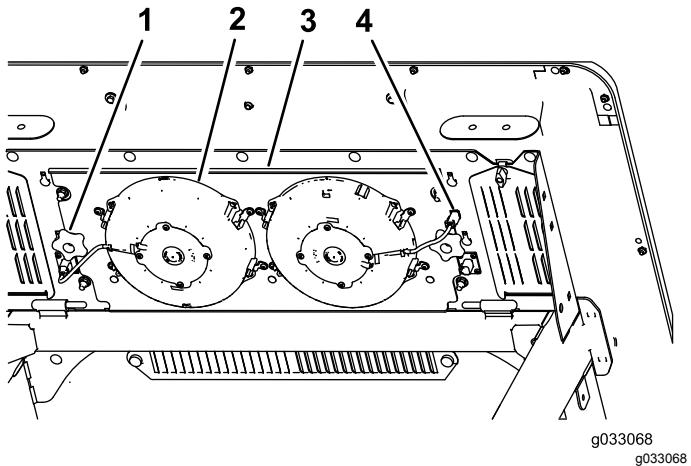

Figura 54
2. Patilha (4)
3. Desligue a ficha e cabo das ventoinhas da tomada (Figura 54).
4. Retire os dois manípulos que prendem o conjunto de ventoinha-painel e ventoinhas ao lado inferior do topo da cabina (**Figura 54**) e retire o conjunto.